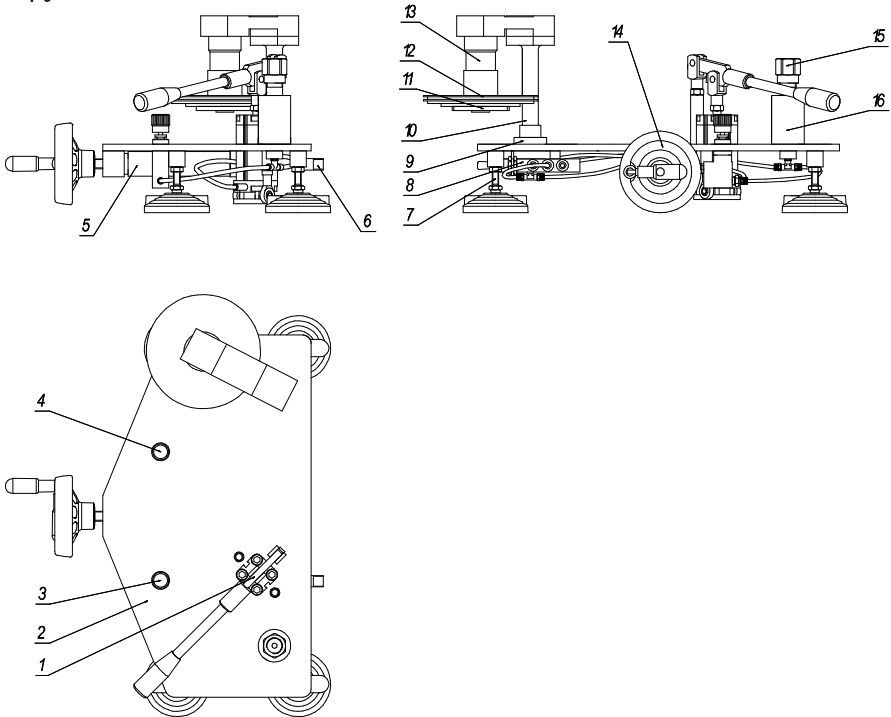
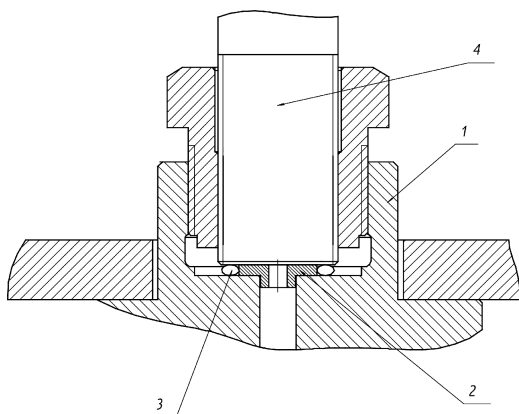
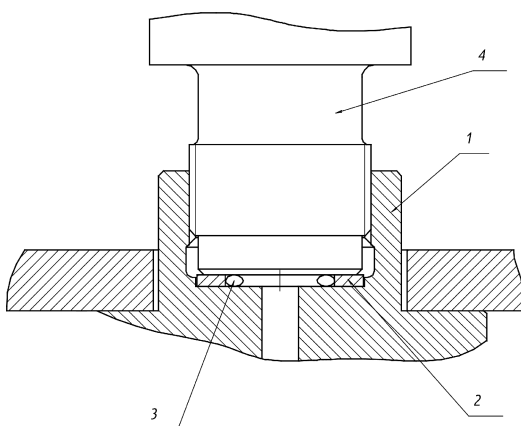

Рисунок 1. Манометр газовый грузопоршневой МГП-В.
Рисунок 7. Установка кронштейна для МГП-В.
Рисунок 8. Установка кронштейна для МГП-2.5, -10, -100.
6.6 Для МГП-В установите кронштейн 10 (Рис. 1) на стойку ИПС, как показано на рис. 7, установите вакуумную ИПС. Подтяните данные соединения гаечным ключом с небольшим усилием, достаточным для их устойчивого положения. Для МГП-2.5, -10, -100 установите ИПС на стойку, как показано на рис. 8. Так же подтяните ключом.